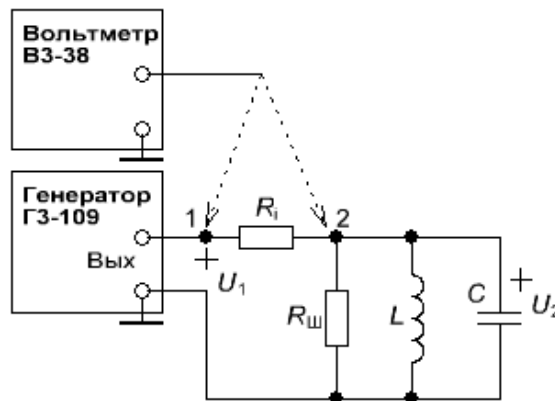

Рис. 8.2
2.1. Соберите цепь, схема которой представлена на рис. 8.2. В качестве емкости контура используйте магазин емкостей Р-544. Сопротивления R_1 и $R_{ш}$ имеются на макете, причем $R_{ш}$ выбрано так, чтобы добротность контура была равна заданной в табл. 8.1.